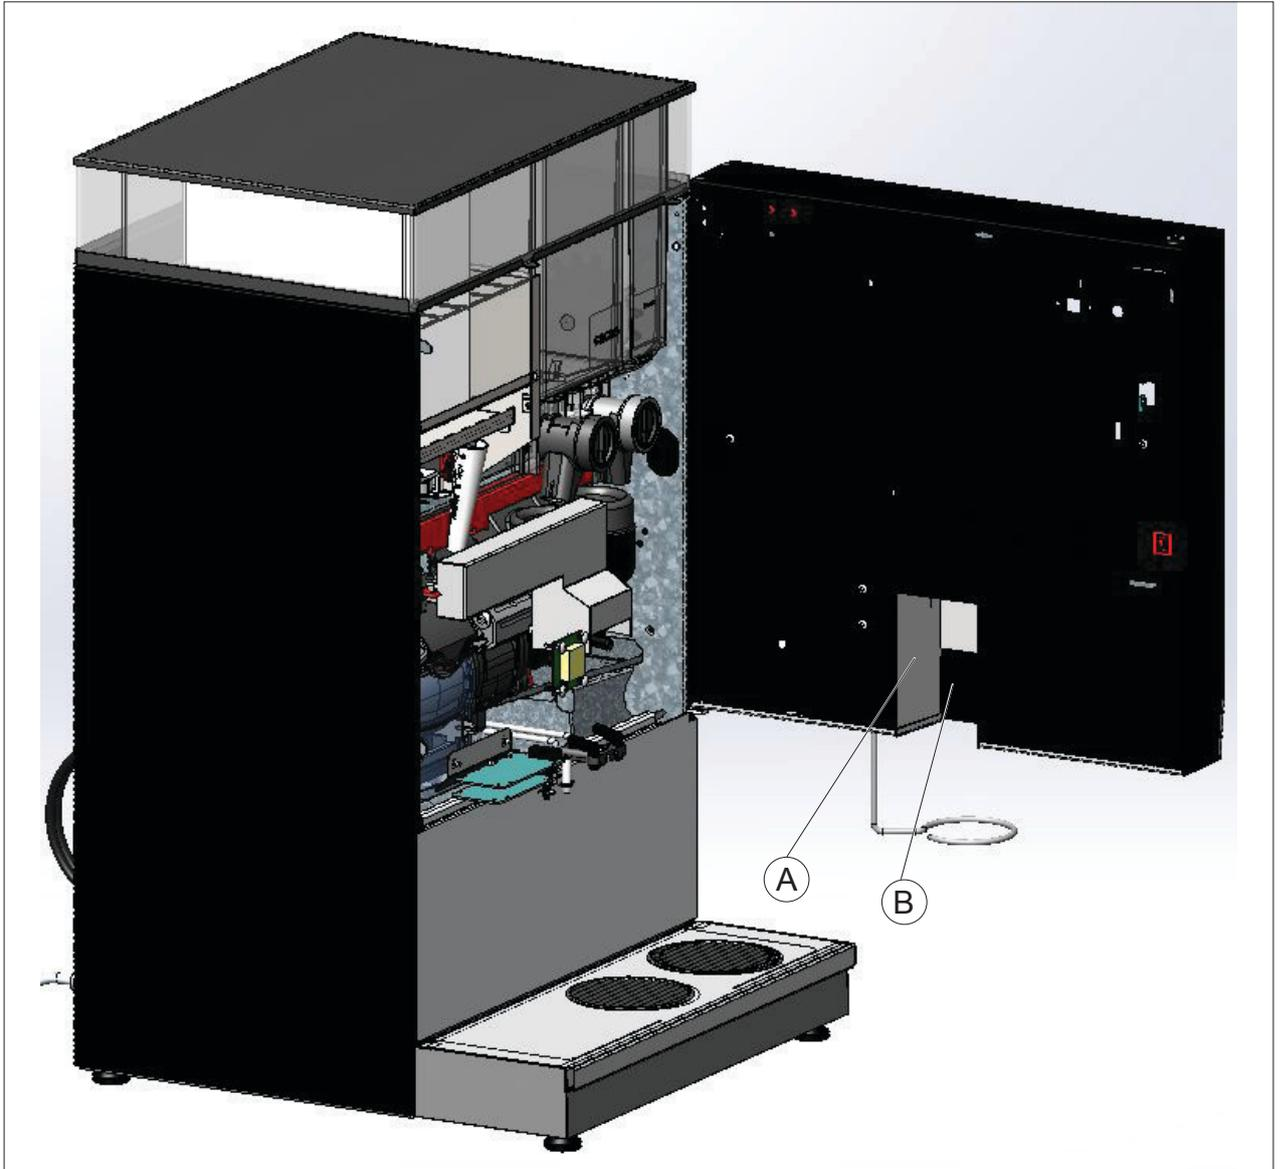

Abb. 111: Ansicht Reinigung Türinnenseite
- 2 Türinnenseite mit feuchtem Tuch gründlich reinigen (Abb. 111, Pos. A beidseitig, B)